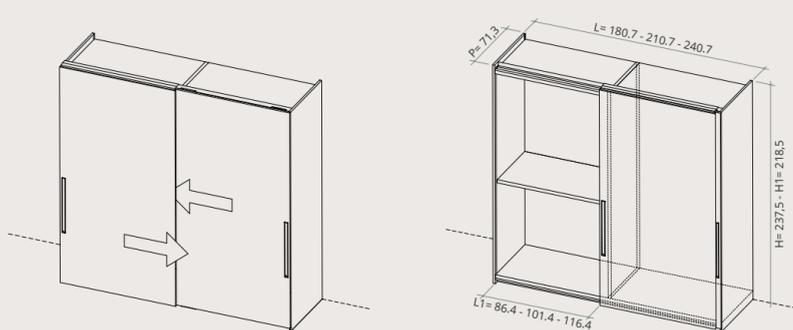

FIG. 1
- Ingombro ante in profondità Box Scorrevole Sovrapposto uguale a 5,6 cm (Fig. 1)
- Box with Overlapping Sliding Door dimensions in depth equal to 5,6 cm (Fig. 1)